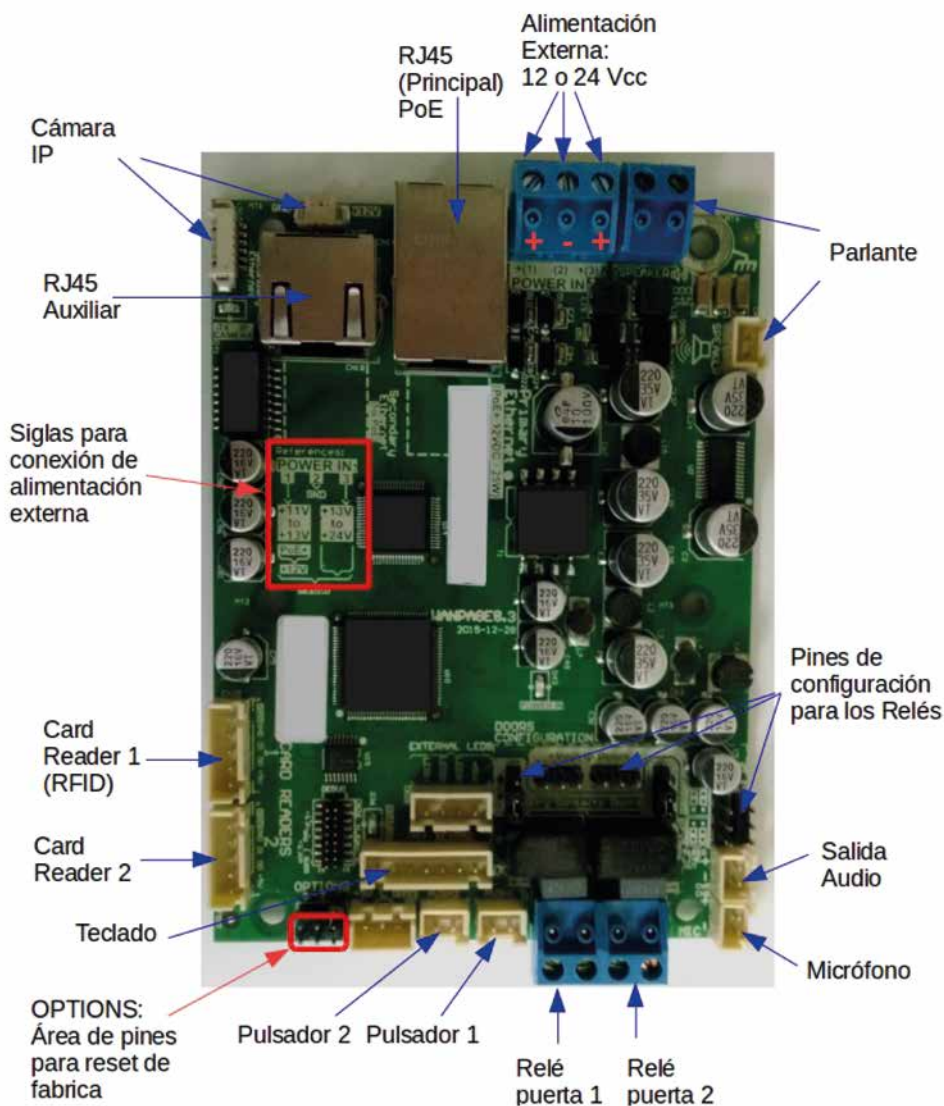
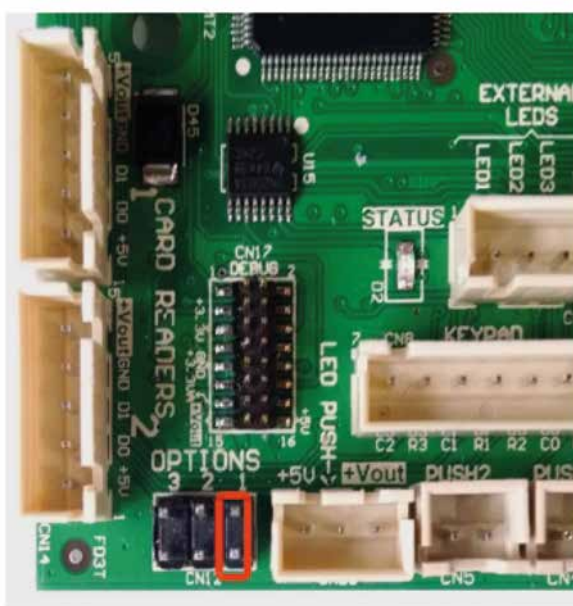

Figura 7 – Placa electrónica de IP Access con videocámara
Figura 10 – Pines de configuración para forzar al equipo a su valor de IP de fábrica.
Las salidas relés del IP Access SURIX pueden ser configuradas como **contacto con tensión** o **contacto sin tensión** (contacto seco). Además, en las dos configuraciones se pueden setear los relés como normal abierto (**NO**) o normal cerrado (**NC**). En la Figura 7 y 8 se puede identificar el área de pines para la configuración para de ambos modelos de placas electrónicas. Cabe aclarar que la configuración de relés es idéntica para los dos modelos de placas electronicas.
ATENCIÓN: Para los **porteros IP con placa electrónica de la Figura 7** la tensión salida de relés depende del tipo de alimentación de la placa, si se alimenta con fuente de **12Vcc** la tensión de salida de los relés es de **12Vcc**, en cambio, si la alimentación es con **PoE** la tensión de salida de los relés será de **5Vcc**.
ATENCIÓN: Si desea utilizar la alimentación externa de **24 Vcc (únicamente placa electrónica de la Figura 7)** comuníquese antes con Soporte Técnico. No intente utilizar el dispositivo con esta alimentación sin antes consultar ya que esta la misma fue provista para otras aplicaciones.
- ./ Colocar un jumper en la posición 1 del conector OPTIONS (Figura 7 o 8).
ATENCIÓN: Los pines de la Figura 10 también se encuentran indicados en las Figura 7 y),